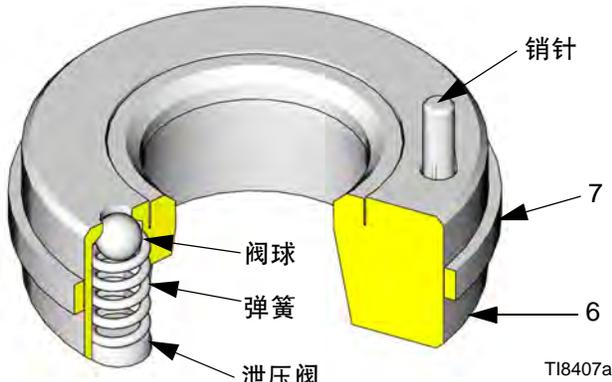

图 7. 配备泄压阀的入口阀座
2. 使用铸造在入口流体壳体 ( 15 ) 上的文字作为向导, 安装泄压阀入口阀座 ( 6★ ) 阀座上的销针 ( 参见图 7 ) 必须指向入口流体壳体 ( 15 )。该销针限定了阀座 ( 6★ ) 的位置, 确保通气孔不被外套的任何部位堵住。